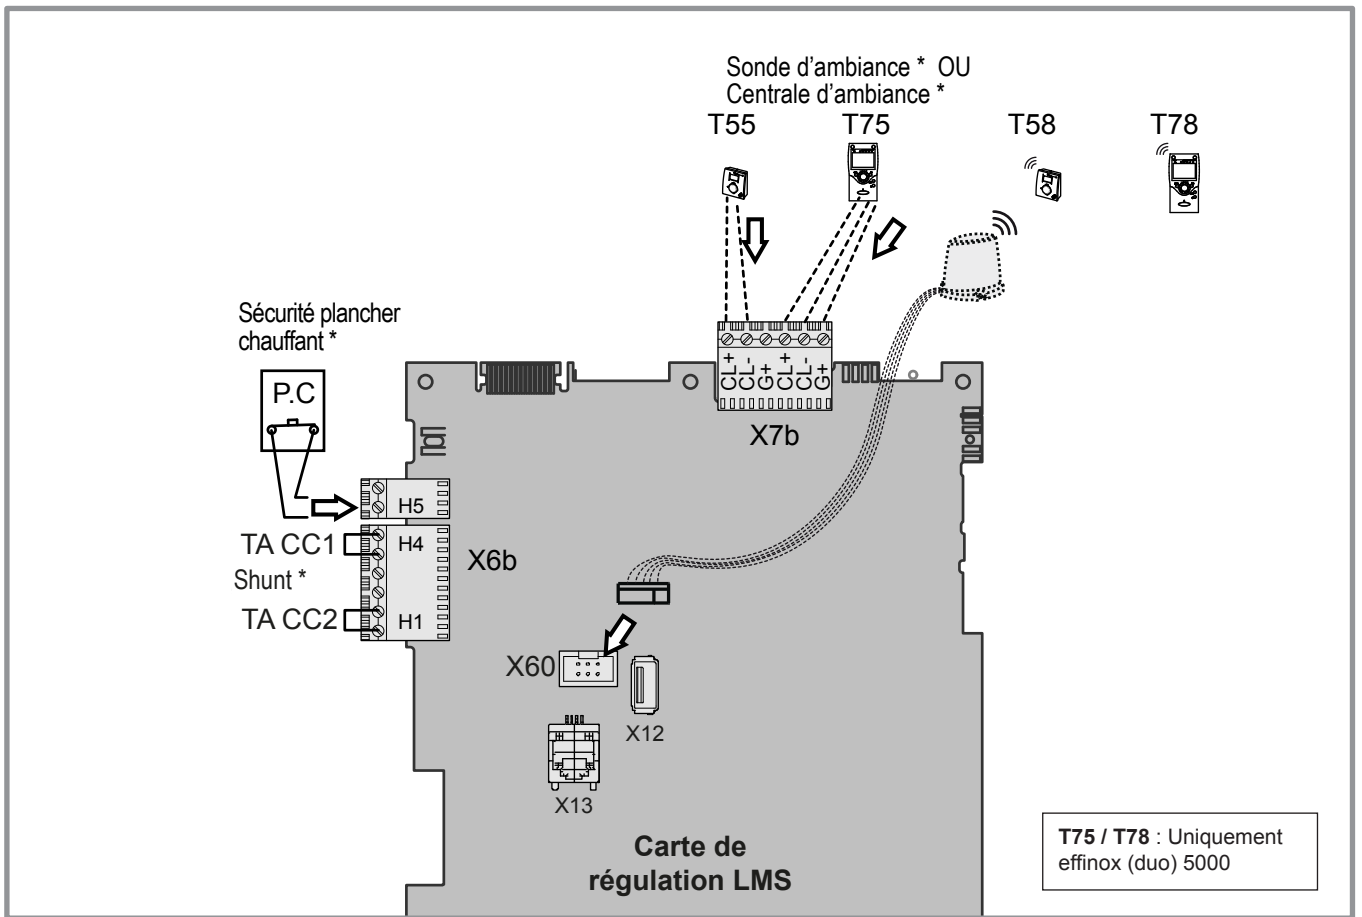

Figure 2 - Raccordements électriques - gamme 5000
- Effectuer les raccordements suivant les schémas *Figure 2* et *Figure 3*.